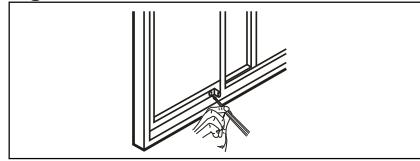

Fig. 22
- 7.** Pentru a fixa geamul culisant, prindeți un dispozitiv de blocare a canatului cu un șurub de 1/2" (12,7 mm) exact ca în imagine (Fig. 22).